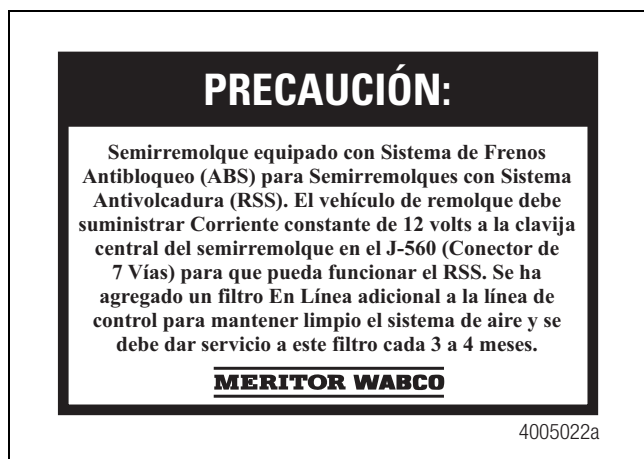

Figura 32
2. Fije la etiqueta de corriente constante (número de parte 899 201 833 4) en la parte delantera del semirremolque, cerca del conector de siete vías. Figura 32.